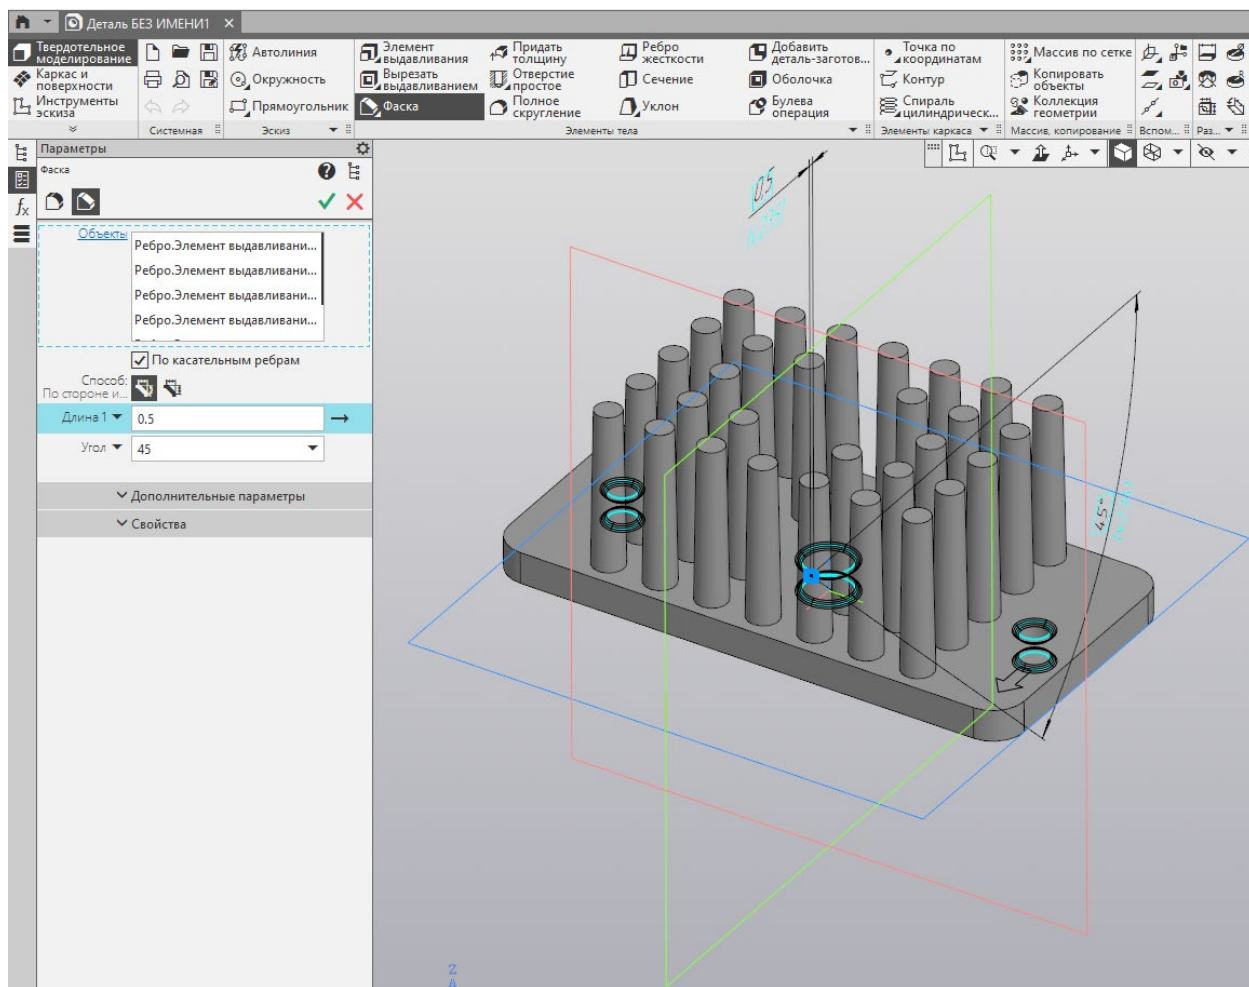

Рисунок 11 – Настройка параметров фаски
1.8 Создайте фаски с двух сторон на всех трех отверстиях, используя команду «Фаска»  Фаска. В настройках фаски (рис. 11) установите способ «По стороне и углу». Задайте «Длину 1» 0,5 мм и угол 45 градусов. Отметьте все